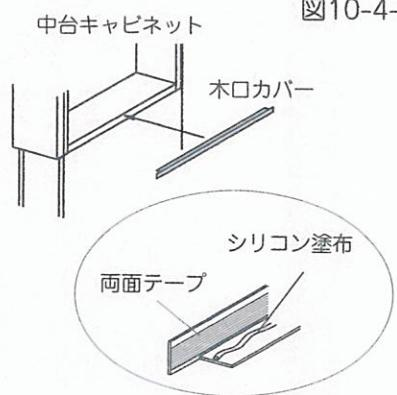

図10-4-4
- E. 木口カバー裏面にシリコンを塗布し、両面テープで中台の木口に貼付けてください。はみ出したシリコンはきれいにふき取ってください。（図10-4-4）